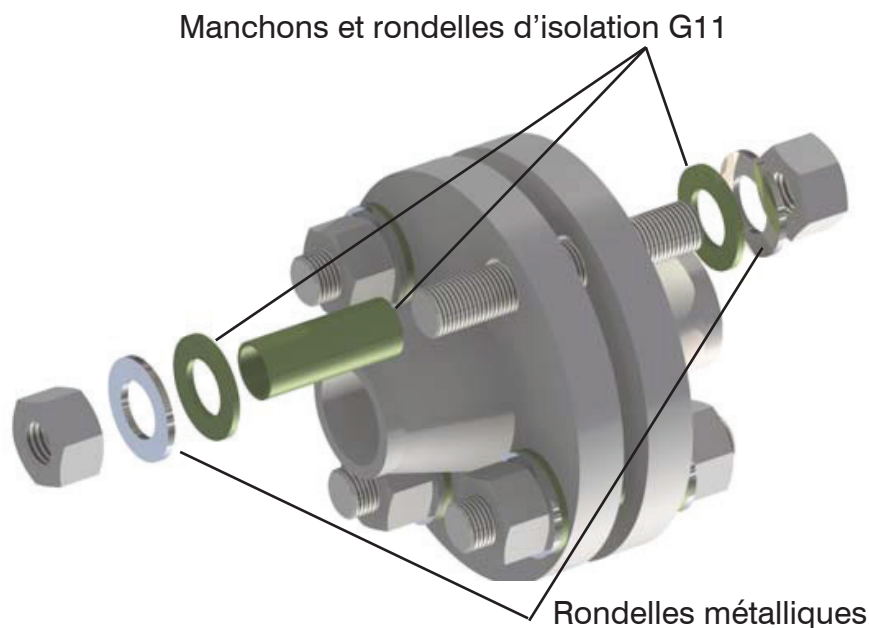

Figure 1 – Ordre d'assemblage de rondelle, boulon et goujon
- 6 Installez une rondelle en acier et une rondelle isolante, de façon à ce que la rondelle en acier soit en contact avec la tête du boulon (ou de l'écrou si vous utilisez des goujons). **La rondelle isolante ne devra pas se trouver contre l'écrou ou la tête de boulon.** Enfillez le manchon d'isolation sur le goujon et à travers les deux rondelles installées. Vérifiez que la surface plate de l'écrou est en contact avec la rondelle. Voir Figure 1.